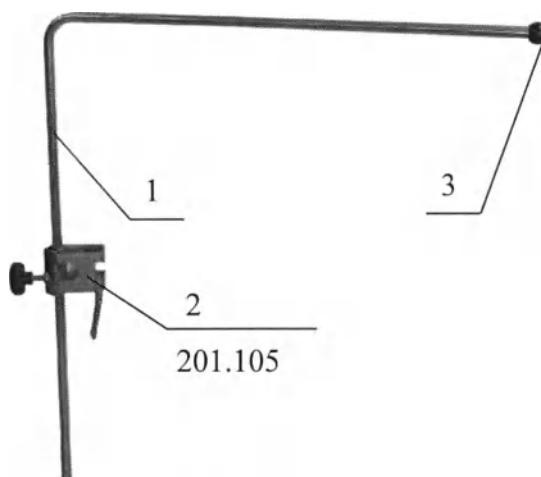

Рисунок 1. Экран наркозный.
1. **Экран наркозный (экран для анестезии) (Рисунок 1).** Изготовлен из нержавеющей стали, регулируется по высоте. Для крепления на направляющих рейках стола укомплектован радиальным зажимом 201.105.